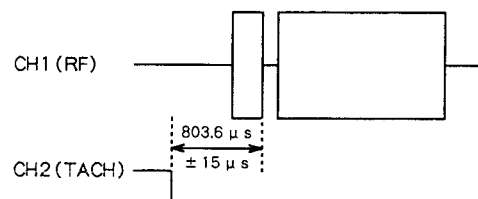

Fig. 5-8
- 4). Adjust trimmer resistor R102 so that the time from the trailing edge of the TACH waveform to the marker of the RF waveform is  $803.6 \pm 15 \mu\text{s}$ , as shown in Fig. 5-8.
- 4). 図5-8のように、TACH波形の立下がりからRF波形のマーカまでの時間が  $803.6 \pm 15 \mu\text{s}$  になるように半固定抵抗 R102を調整する。